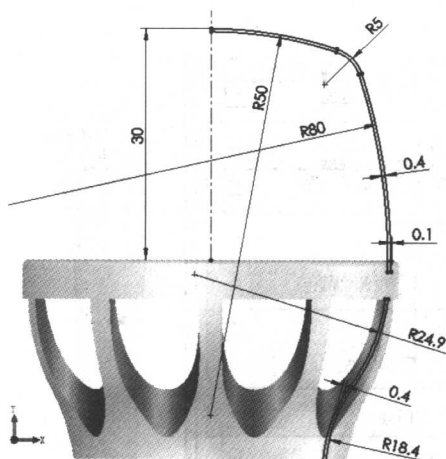

图 1-11 草图 3
(9) 绘制草图 3。单击前视基准面→，用草图工具绘制出如图 1-11 所示的草图 3，单击图标按钮退出草图绘制。